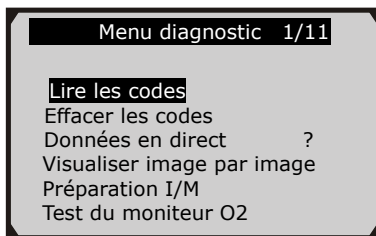

Figure 5.4
- 9) Visualiser un résumé de l'état du système (état MIL, compte DTC, le statut du moniteur) sur l'écran. (Figure 5.2) Attendez quelques secondes ou appuyez sur n'importe quelle touche pour Menu Diagnostic Figure 5.4) à venir.
- 1) Utilisez les boutons de navigation **HAUT/BAS** pour sélectionner **Effacer les codes** du **Menu de diagnostics** et appuyez sur le bouton **OK**. (Figure 5.4)
- 1) Pour afficher les données en direct, utilisez le bouton de navigation **HAUT/BAS** pour sélectionner **Données en direct** du **Menu de diagnostic** et appuyez sur le bouton **OK**. (Figure 5.4)